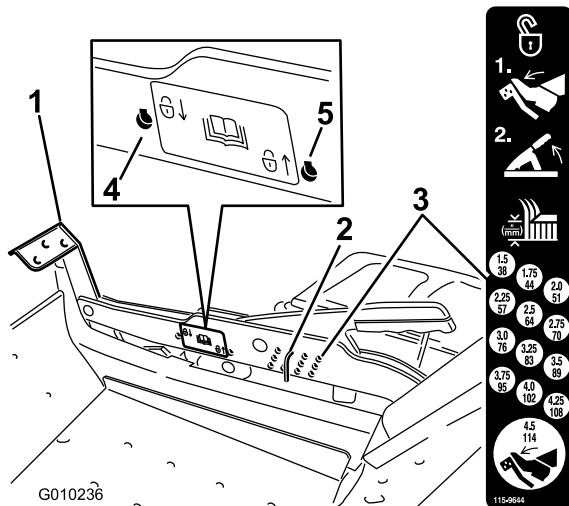

Figura 25
1. Premete il pedale di sollevamento del piatto di taglio e sollevate il piatto in posizione di trasporto (ovvero nella posizione dell'altezza di taglio di 114 mm) (Figura 25).
2. Per regolare, spostate il perno dalla staffa dell'altezza di taglio (Figura 25).
3. Nel sistema di selezione dell'altezza di taglio scegliete un foro corrispondente all'altezza desiderata ed inserite il perno (Figura 25).
1. Col piede premete il pedale di sollevamento del piatto di taglio e sollevate il piatto in posizione di trasporto (ovvero nella posizione dell'altezza di taglio di 114 mm) (Figura 25).
2. Togliete il perno dalla staffa dell'altezza di taglio (Figura 25).
3. Scegliete un foro sull'adesivo indicante le posizioni di blocco e inseritevi il perno (Figura 25).